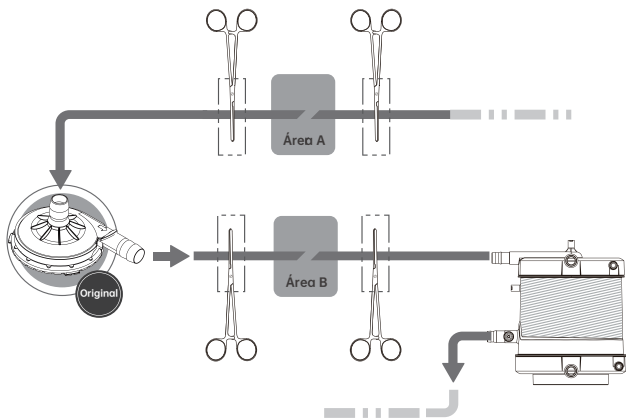

Figura 2
- 5) Diminua para 2.200 RPM, coloque duas braçadeiras (a uma distância de 5 cm) na saída do cabeçote da bomba. Referência Figura 2.
- 6) Pare o acionador da bomba e coloque duas braçadeiras (a uma distância de 5 cm) na tubulação de entrada de sangue perto do cabeçote da bomba. Referência Figura 2.
- 8) Limpe as áreas A e B com iodóforo de acordo com a técnica asséptica, como indicado na Figura 2.
- 9) Corte a tubulação de entrada do cabeçote da bomba e a tubulação de saída no ponto entre duas braçadeiras, como indicado na Figura 2.